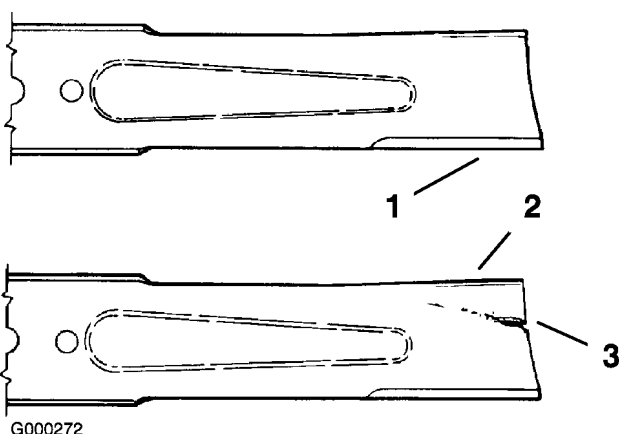

Figure 60
1. Examinez le tranchant des lames (Figure 60). Si les lames ne sont pas tranchantes ou si elles présentent des indentations, déposez-les et aiguissez-les (voir Aiguisage des lames).
2. Inspectez les lames, surtout la partie incurvée (Figure 60). Remplacez immédiatement toute lame endommagée, usée ou qui présente une entaille (Figure 60).